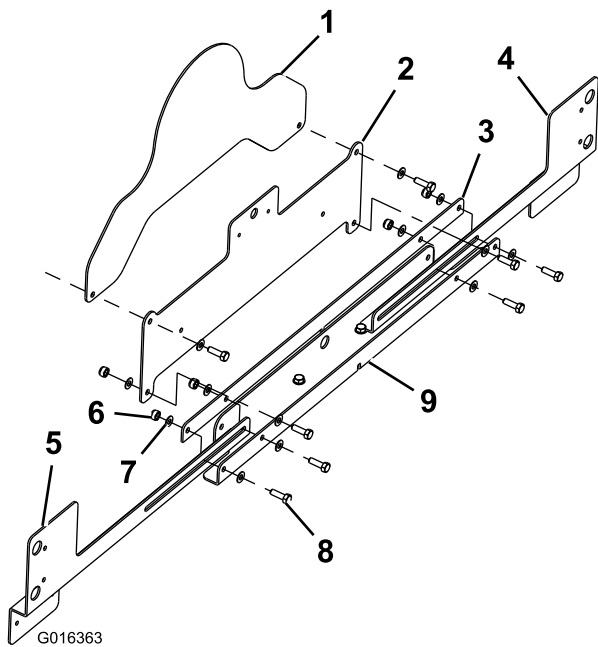

Figura 9
1. Assemblate il gruppo piastra posteriore come illustrato in Figura 9.